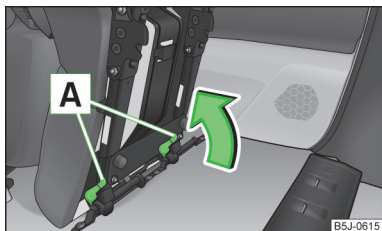

Abb. 60
- › Den Sitz am Ende der Führung durch Drücken der Sitzverriegelungen **A** » Abb. 60 in Pfeilrichtung verriegeln.
- › Ist der Sitz ausgebaut, dann ist dieser zuerst auf die Führung zu setzen und zu verriegeln » Abb. 60 auf Seite 74. Durch Hochziehen sicherstellen, dass der Sitz richtig verriegelt ist.